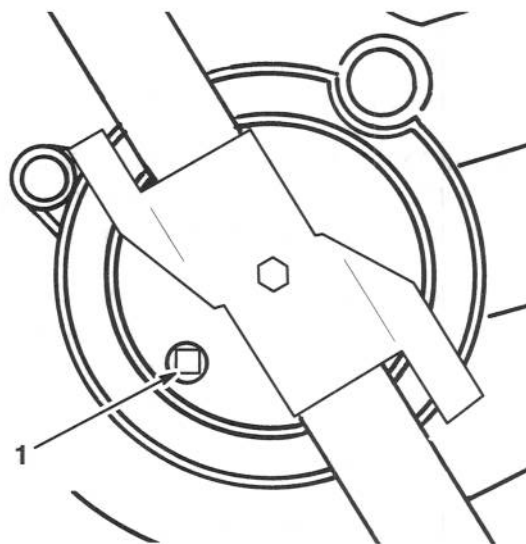

Figure 18
6. Retirer le bouchon de vidange du dessous du carter de la tondeuse (Fig. 18).